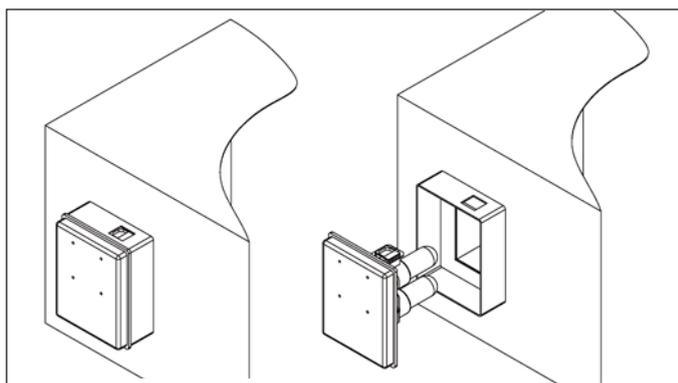

fig. 18
- Svitare le 4 viti di fissaggio del coperchio della scatola (fig. 18).